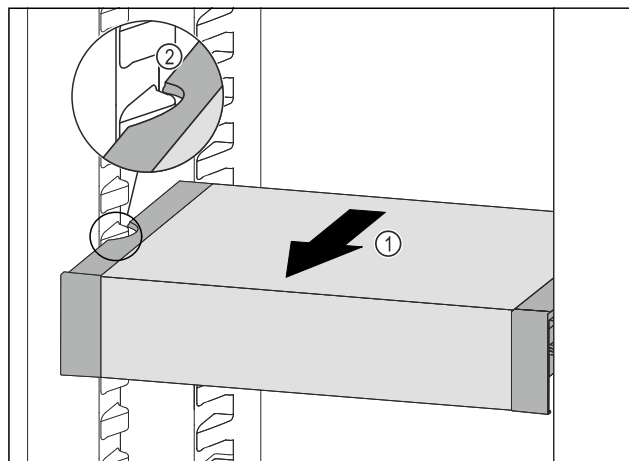

Fig. 85
- ▶ Táhněte VarioSafe dopředu Fig. 85 (1), dokud nebudou boční vybrání VarioSafe na úrovni žebrování na nádoby v chladničce. Fig. 85 (2)